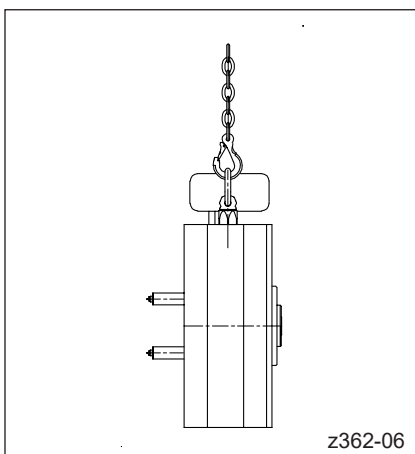

Abbildung 13: Anheben einer Last über einen einzigen Anschlagpunkt (Beispiel: Heiße Seite in aufrechter Position)
- Ein einziger Anschlagpunkt ist meist nur beim Transport von Heißen Seiten, Düsenseiten oder einzelnen Werkzeugplatten ausreichend (siehe Abbildung 13), da der Schwerpunkt dort meist mit dem Anschlagpunkt zusammenfällt! Hier kann mit 100% Tragfähigkeit angehoben werden (siehe Tabelle 8)